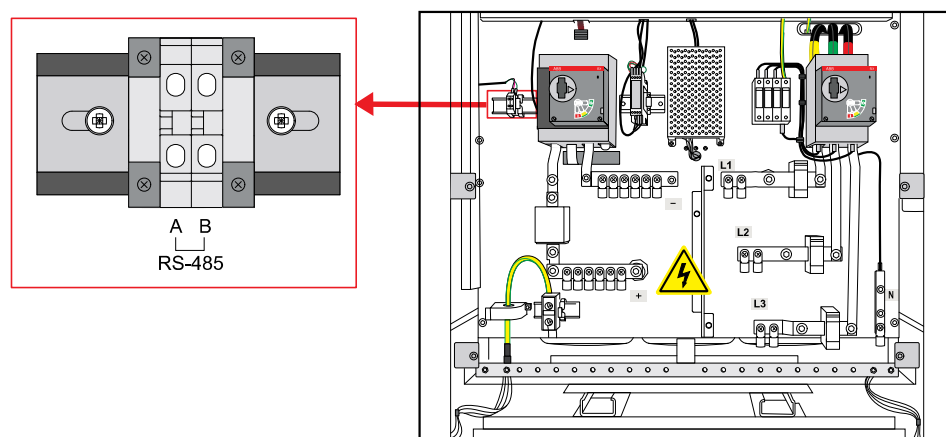

Fig 7-27 Instradamento del cavo di comunicazione seriale
1. Dirigere i cavi di comunicazione attraverso i fori di ingresso dei cavi verso i terminali RS485 A/B, vedere Fig 7-27.